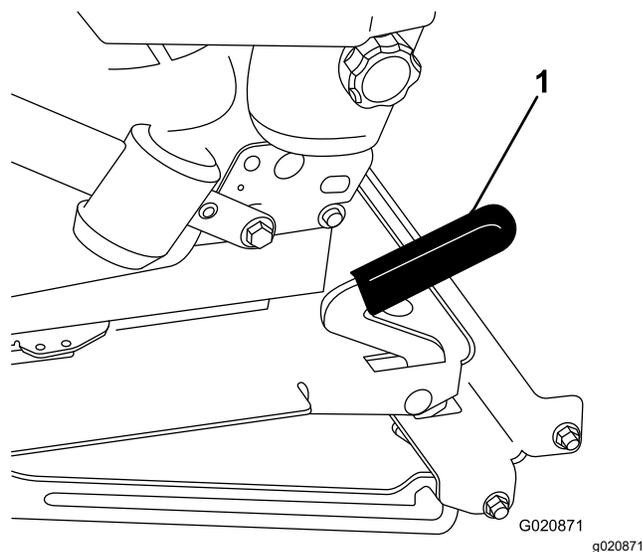

Рисунок 17
2. Потяните фиксатор сиденья вперед и поднимите вверх, чтобы разблокировать сиденье (**Рисунок 17**).